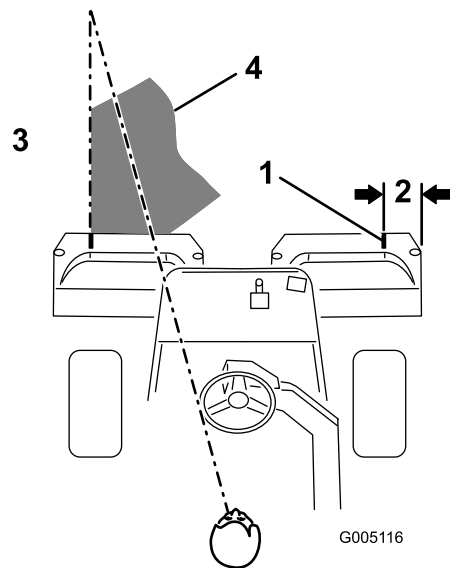

图36
**注意：** 为了保持以直线方式穿过果岭，并使得机器与此前剪草的边缘保持等距，请在机器前到果岭未剪部分的边缘虚构一条长约 1.8~3m 的视线（图36）。有人发现，将方向盘的外缘看作视线的一部分非常有用；即让方向盘边缘对准与机器前面始终保持等距的某个点。